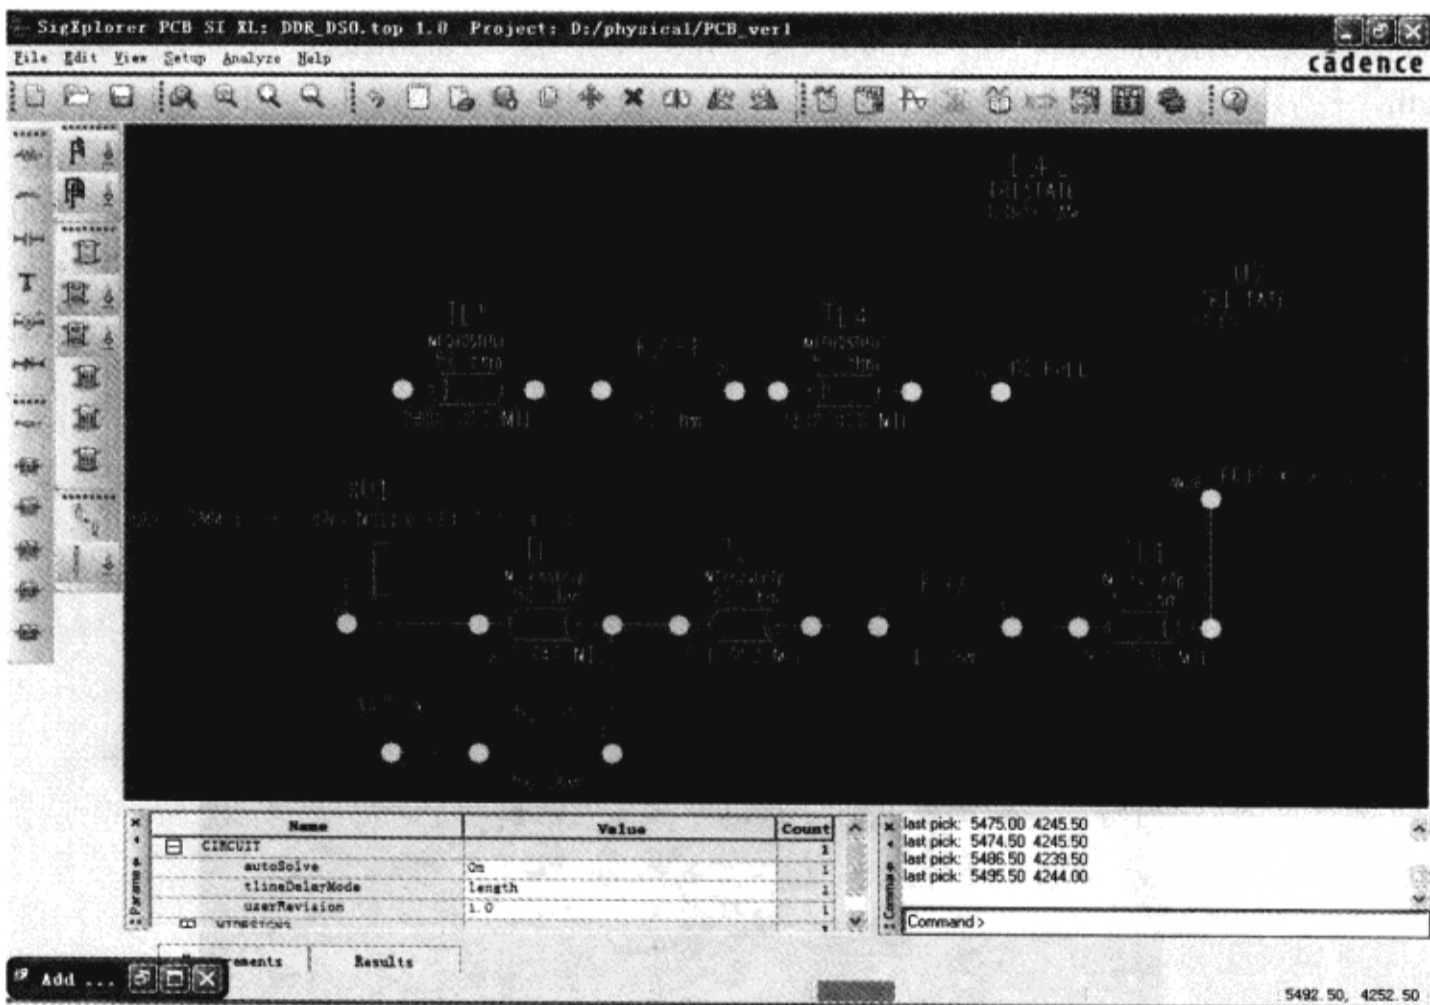

图 3-8-19 添加模型
(9) 在“Add Element Browser”对话框的列表框中选择“Tline”，在 SigXplorer 窗口刚添加的电阻模型两侧各摆放一个“Tline”，如图 3-8-19 所示。